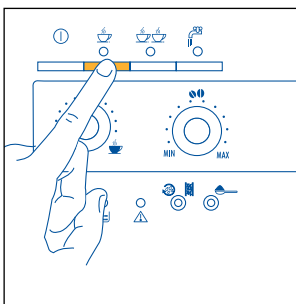
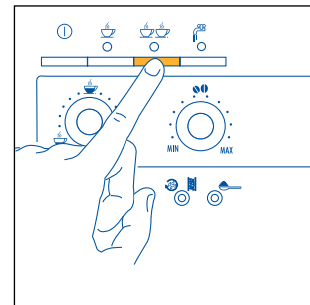

Abb. 12
Abb. 13
- 5) Zur Zubereitung eines Kaffees die Taste  (Abb. 12) drücken. Zur Zubereitung von 2 Kaffees die Taste  drücken (Abb. 13). *Nun beginnt die Kaffeemaschine, die Kaffeebohnen zu mahlen, es erfolgt ein kurzes Vorbrühen und schließlich die Kaffeeausgabe in die Tasse. Sobald die voreingestellte Kaffeemenge ausgegeben worden ist, unterbricht die Kaffeemaschine automatisch die Ausgabe und wirft den Kaffeesatz in den Kaffeesatzbehälter.*
HINWEIS 4: Während der Kaffeezubereitung kann die Kaffeeausgabe jederzeit abgebrochen werden, indem Sie die vorab angewählte Taste  (Abb. 12) oder  (Abb. 13) drücken.
HINWEIS 5: Wenn Sie nach abgeschlossener Kaffeeausgabe mehr Kaffee in der Tasse haben möchten, einfach die vorab gewählte Taste  (Abb. 12) oder  (Abb. 13) gedrückt halten, bis die gewünschte Menge erreicht wird (dieser Vorgang muss innerhalb von 3 Sekunden nach abgeschlossener Kaffeeausgabe durchgeführt werden).